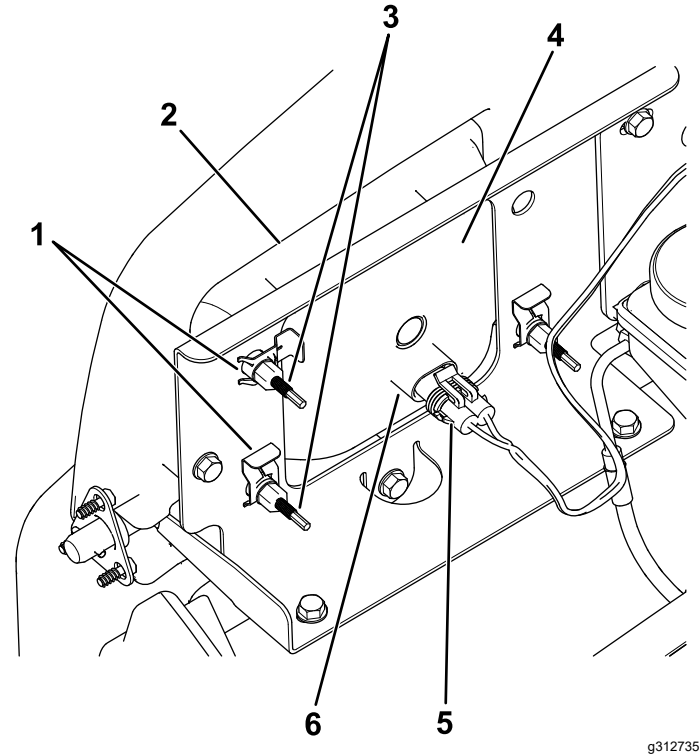

Figura 48
- Desligue o conector elétrico para a cablagem do conector do conjunto da lâmpada (Figura 48).
4. Retire os cliques rápidos que fixam o farol ao respetivo suporte (Figura 48).
5. Retire o conjunto do farol movendo-o para a frente através da abertura no pára-choques dianteiro (Figura 48).
6. Instale o novo farol através da abertura no pára-choques (Figura 48).
8. Ligue o conector elétrico para a cablagem ao conector do conjunto da lâmpada (Figura 48).
5. Na parte traseira do conjunto de faróis, rode os parafusos de ajuste (Figura 48) para inclinar o conjunto dos faróis e alinhar a posição do feixe.